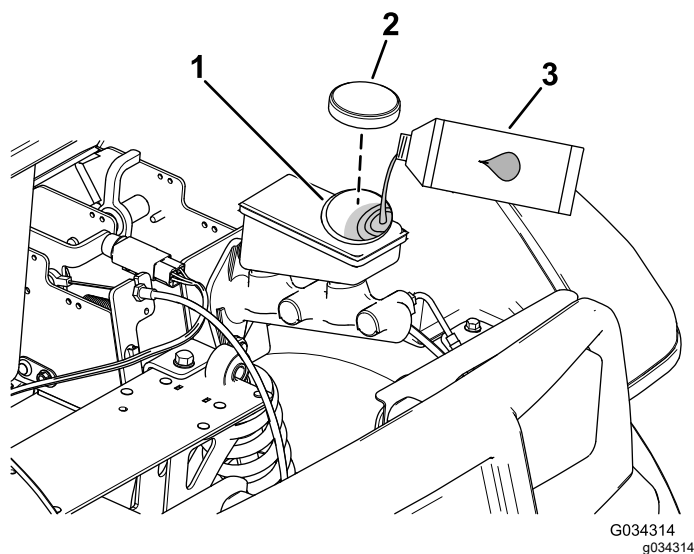

图 53
2. 抬起机罩可接触到主刹车油缸和油箱 图 53。
A. 清洁油箱盖附近的区域并取下油箱盖 图 53。
C. 安装油箱盖 图 53。